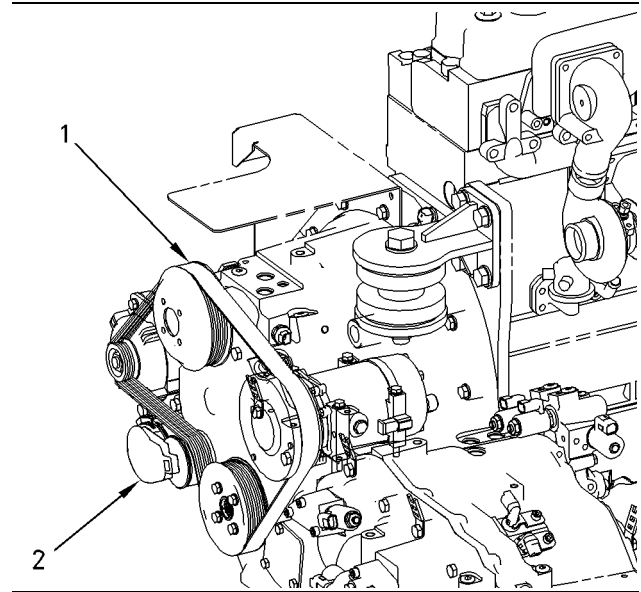

Ilustración 180
5. Alivie la tensión en la correa (1). Inserte un trinquete de 12,7 mm (0,50 pulg) en el agujero cuadrado en el tensor de la correa (2) y apalanque el tensor hacia la derecha.
7. Instale la correa nueva alrededor de las poleas. Apalanque el tensor de la correa hacia la derecha. Instale la correa alrededor del tensor. Suelte el tensor de la correa para poner tensión sobre la correa. El tendido de la correa se muestra en la ilustración 180.